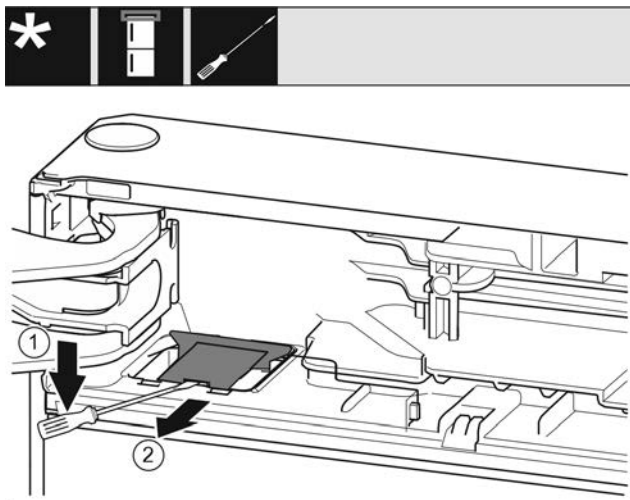

Fig. 9
- ▶ Используя шлицевую отвертку, освободите и поднимите крышку. *Fig. 9 (1)*
- ▶ Извлеките крышку. *Fig. 9 (2)*